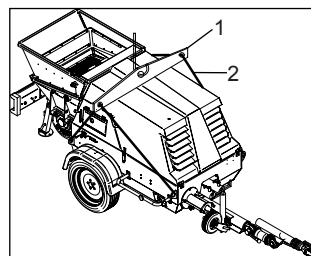

Fig. 5
Pour soulever la machine, utiliser les points prévus à cet effet (Fig. 5), en s'aidant d'un palonnier (Fig. 5 Rep. 1) (non fourni avec la machine) et uniquement de 4 élingues (non fournies avec la machine).
- ⚠ - Attention ! Pour soulever la machine, il est formellement interdit d'utiliser des points différents de ceux qui sont indiqués sur la Fig. 5.